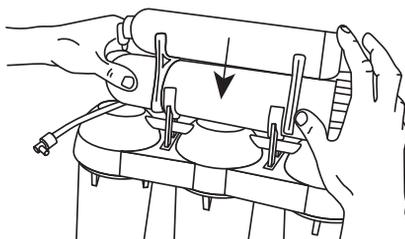

Рис. 21
- 5.8.7. Установите постфильтр на фиксирующие клипсы (Рис. 21).